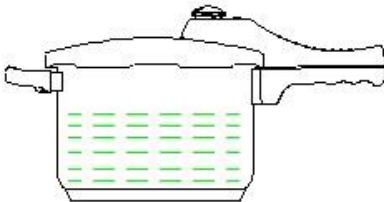

Abb. 1.
- **2/3 des Fassungsvermögens** - normale Speisen (Abb. 1).